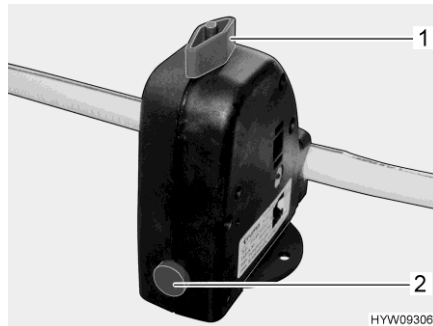

Bild 107 Säkerhets-/avtappningsventil (varmvattenberedare)
Varmvattenberedaren är utrustad med en säkerhets-/avtappningsventil (Bild 107). Säkerhets-/avtappningsventilen gör så att vattnet i varmvattenberedaren inte kallnar när det är frost och värmen inte är påslagen.
- Stäng säkerhets-/avtappningsventilen. Ställ vredet (Bild 107,1) diagonalt mot säkerhets-/avtappningsventilen och tryck in tryckknappen (Bild 107,2).
- Öppna säkerhets-/avtappningsventil. Vrid då vredet (Bild 107,1) mot säkerhets-/avtappningsventilen. Tryckknappen (Bild 107,2) skjuts ut. Nu töms varmvattenberedaren via säkerhets-/avtappningsventilen utomhus.